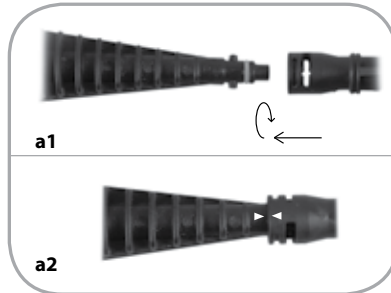

Abb. 3
- Aufsätze (13, 14, 15, 16, 17, 18) sind auf den im Zubehöranschluss montierten Adapter aufzusetzen (13) – Abb. 3.